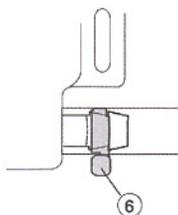

Fig. 4
6.) En utilisant les pinces, pincez et faites glisser les supports pour tuyau par-dessus le kit de pulvérisation et les tenons du pistolet pour garantir l'étanchéité (reportez-vous à la figure 4), ceci afin d'éviter les fuites de peinture.